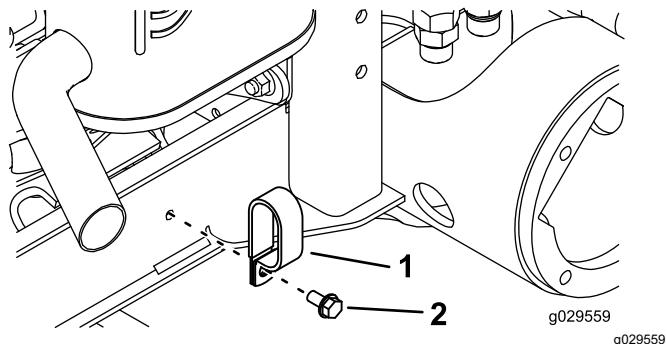

Figura 17
4. Retire el perno que sujeta la abrazadera al canal del bastidor en el lado derecho de la máquina (Figura 17).